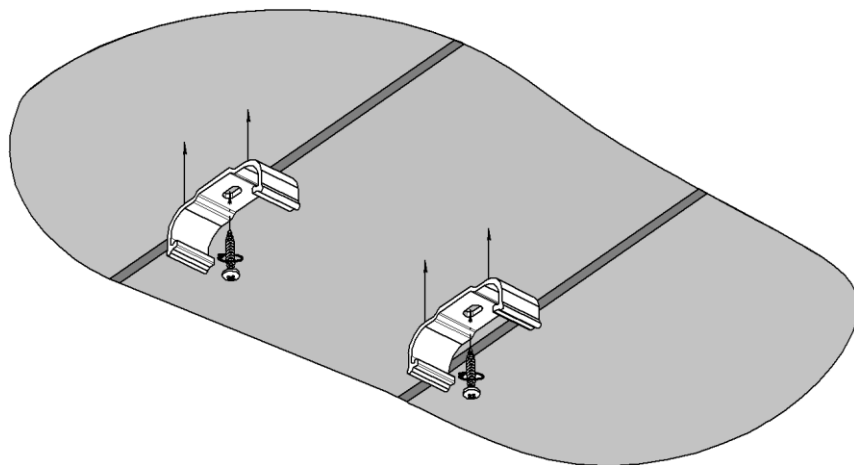
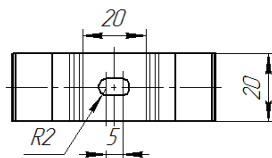

Рис. 1
Рис. 2
1) Наметить и просверлить отверстия под монтаж светильника на поверхности установки. Диаметр отверстия в крепления 4 мм (Рис.2). При помощи винтов прикрепить крепление к поверхности. Минимальная рекомендуемая длина метизов 35-50 мм (Рис. 1).